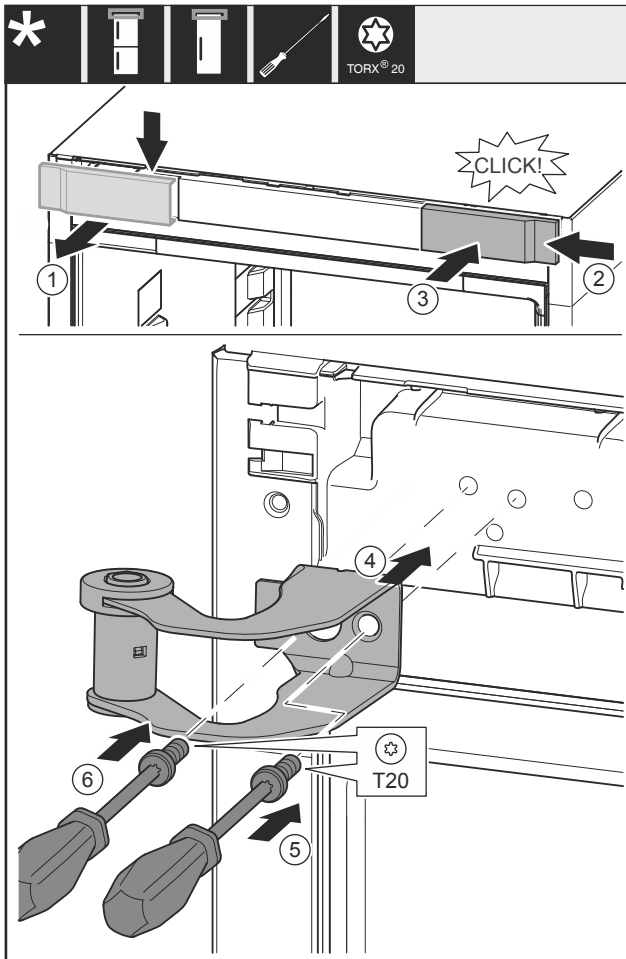

Fig. 36
- ▶ Afdekking Fig. 36 (1) van boven af naar voren lostrekken.
- ▶ Afdekking Fig. 36 (2) 180° gedraaid aan de andere zijde van rechts inhangen.
- ▶ Afdekking Fig. 36 (3) vastklikken.
- ▶ Bovenste lagerbok Fig. 36 (4) bevestigen.
- ▶ Schroef Fig. 36 (5) vastdraaien.
- ▶ Schroef Fig. 36 (6) vastdraaien.